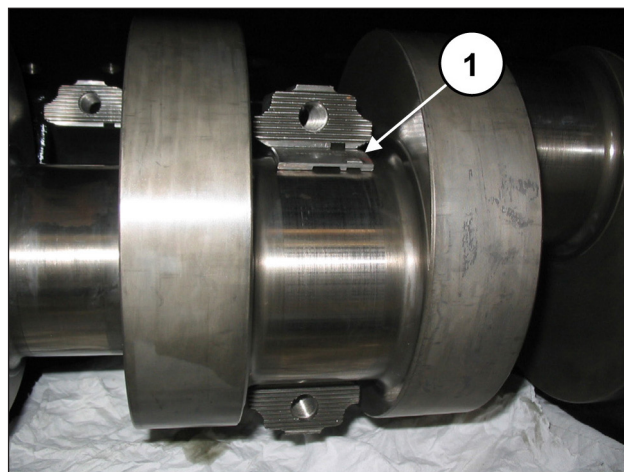

Fig. 59
Insérer les demi-coussinets supérieurs entre les bielles et l'arbre (rep. ①, Fig. 59).